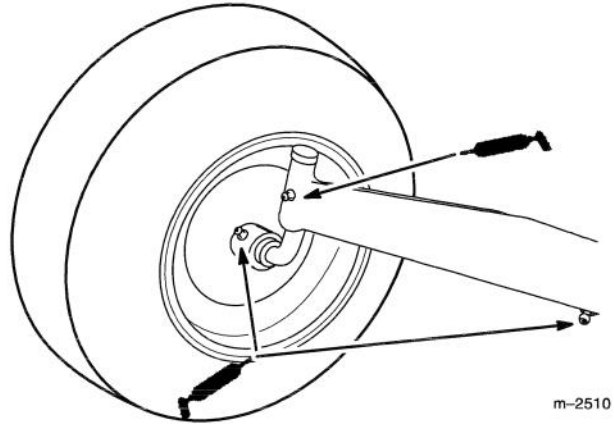

Figure 25
1. Graisser les roues avant, les fusées et les extrémités de barre d'accouplement jusqu'à ce que la graisse commence à suinter hors des roulements (Fig. 25).
2. Graisser le pivot de l'essieu avant (Fig. 25).